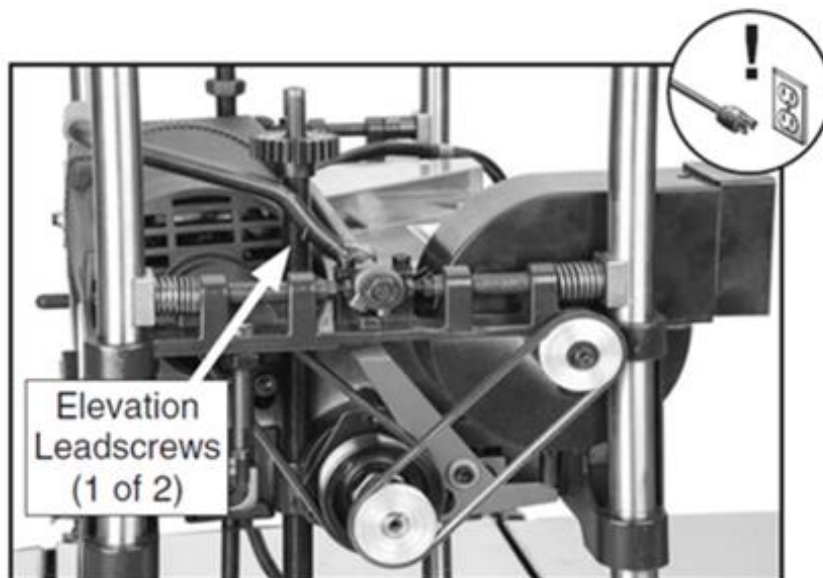

Рисунок 34. Расположение ходовых винтов по высоте режущего вала.
2. Полностью опустите переднюю бабку и снимите боковые панели, чтобы обнажить (2) ходовые винты.
3. Очистите от стружки и пыли ходовые винты пылесосом (см. рис. 34).